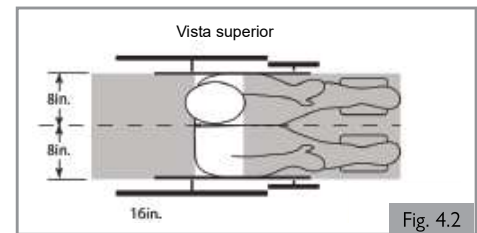
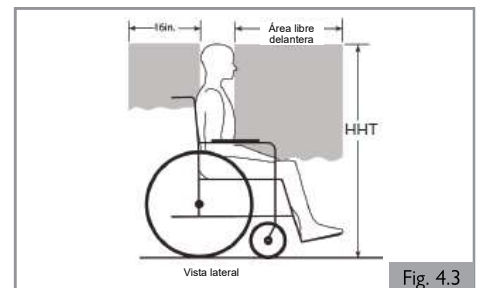

Fig. 4.2
Fig. 4.3
3. Las áreas libres recomendadas para el ocupante de la silla de ruedas sentado, inmovilizado tanto con el cinturón pélvico y el de la parte superior del torso como solo con el cinturón pélvico, se muestran en los diagramas (Fig. 4.2 y Fig. 4.3) y se describen a continuación. El área libre delantera debe ser más amplia cuando no se usen las correas para la parte superior del torso. El área libre trasera de 16 pulg./40,5 cm se mide desde el punto que se encuentra más atrás en la cabeza del ocupante. El área libre delantera se mide desde el punto de la cabeza del ocupante que se encuentra más adelante, y es de 26 pulg./66 cm con los cinturones pélvico y de la parte superior del torso y de 37 pulg./94 cm solo con el cinturón pélvico. El área libre delantera puede lograrse en el caso de los usuarios sentados de la silla de ruedas.
4. La altura estimada en posición sentada desde el suelo hasta la parte superior de la cabeza del ocupante de la silla de ruedas varía aproximadamente desde 47 pulg./119 cm para una mujer adulta baja hasta 61 pulg./155 cm para un varón adulto alto (Fig. 4.3).